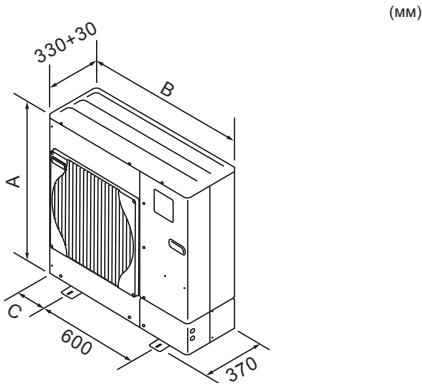

Fig. 2-1
2.2. Контурные габариты (Наружный прибор) (Fig. 2-1)